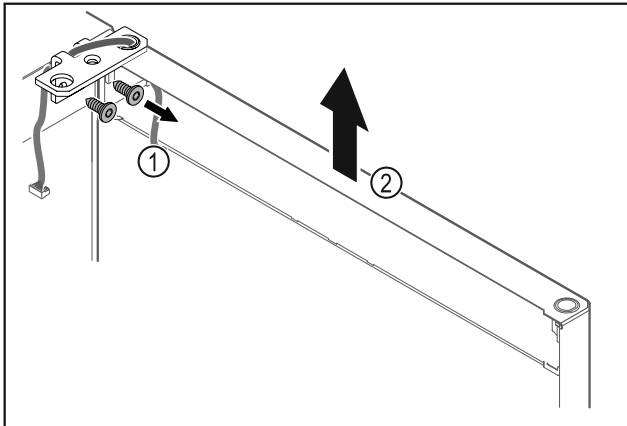

Fig. 14
- Scharnierwinkel Fig. 14 (1) abschrauben.
- Tür inklusive Scharnierwinkel Fig. 14 (2) circa 200 mm gerade nach oben heben und abnehmen.